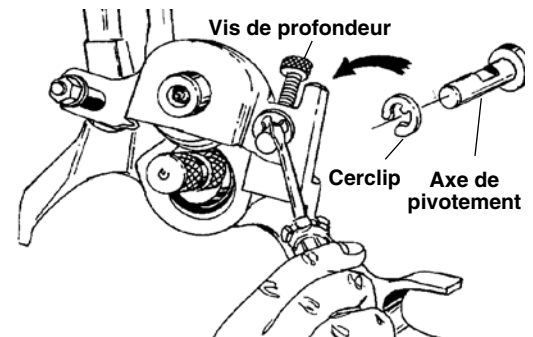

Figure 14 – Retrait du cerclip
1. Enlever le cerclip qui retient l'axe de pivotement (Figure 14).